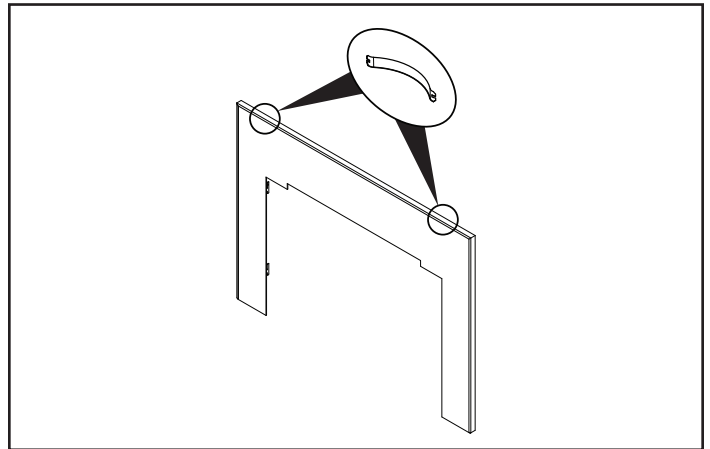

Figure 21.3
5. Installez deux ressorts en acier en haut de chaque côté et entre le contour plat et l'ensemble de garniture assemblé, comme illustré à la **figure 21.3**